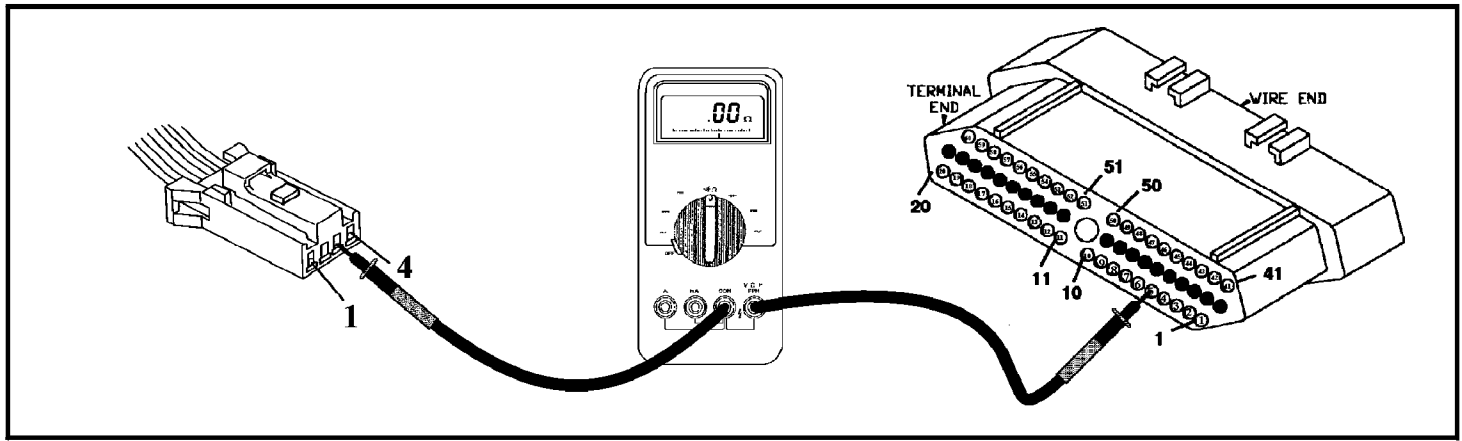

Figura 69
- Desconecte el TCM y haga una prueba de continuidad desde el terminal 3 en el conector de la palanca automatica hasta el terminal 5 en el conector del TCM (Vea la figura 69). Si hay continuidad, vaya al proximo paso. Si no hay continuidad, el alambre está averiado. Haga la reparación necesaria.